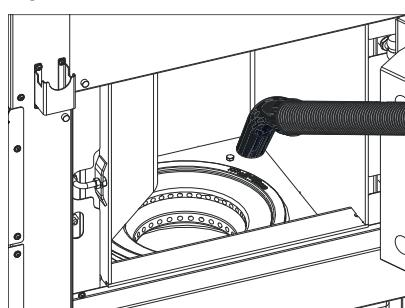

Fig.40 Rimuovere i residui di combustione dalla camera di combustione
- ▶ Rimuovere i residui di combustione dalla camera di combustione con un'aspirapolvere – Fig. 40.